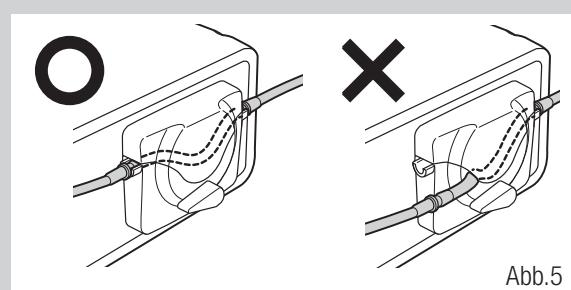

Abb.5
- Sicherstellen, dass der Schlauch sicher auf den Rollen sitzt, wenn die Pumpenabdeckung geschlossen wird. Wenn der Schlauch beim Schließen der Abdeckung nicht korrekt auf den Rollen sitzt, kann er durchtrennt oder abgeschnitten werden. (Abb. 5)